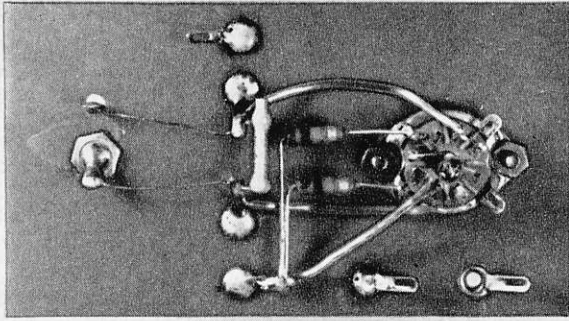

Fig. 408.
- 9) 15 pF kondensatorn lödes till hål 2 och 3 samt till 4—25 pF trimmerns bägge uttag. Se fig. 408.